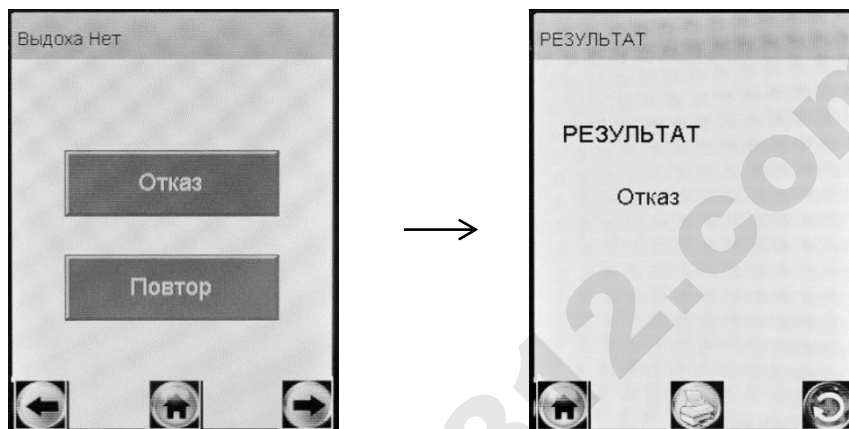

Рисунок 22 – Результат «Отказ от измерения»
2.10.1 Если при выполнении 2.8.11 настоящего РЭ выдох не был сделан своевременно, то окно готовности к отбору пробы «Дуйте» сменится окном «**Выдоха нет**» (рисунок 22, слева).
В случае отказа обследуемого от проведения измерения (обследуемый отказывается делать выдох) в анализаторе предусмотрена возможность прервать процедуру измерения, зафиксировав при этом факт отказа от измерения. Для этого нажмите на виртуальную кнопку «Отказ» – на экране появится сообщение об отказе от измерения (рисунок 22, справа).